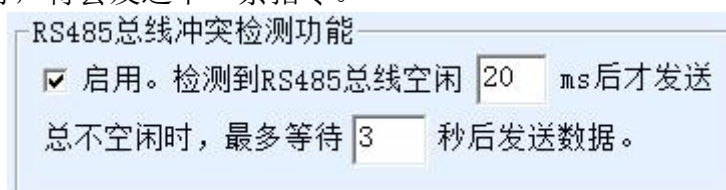

图 44 RS485 防冲突空闲时间
1. 图 44 所示为“RS485 总线防冲突时间”，一般可以设置为参数配置界面右下角的“数据包间隔”的两倍，但是最小不能小于 20。
此时需要注意的是需要将图 44 所示为“RS485 总线防冲突时间”和图 43 所示为“RS485 指令应答超时时间”的两个勾去掉。否则无法实现上述转发功能。